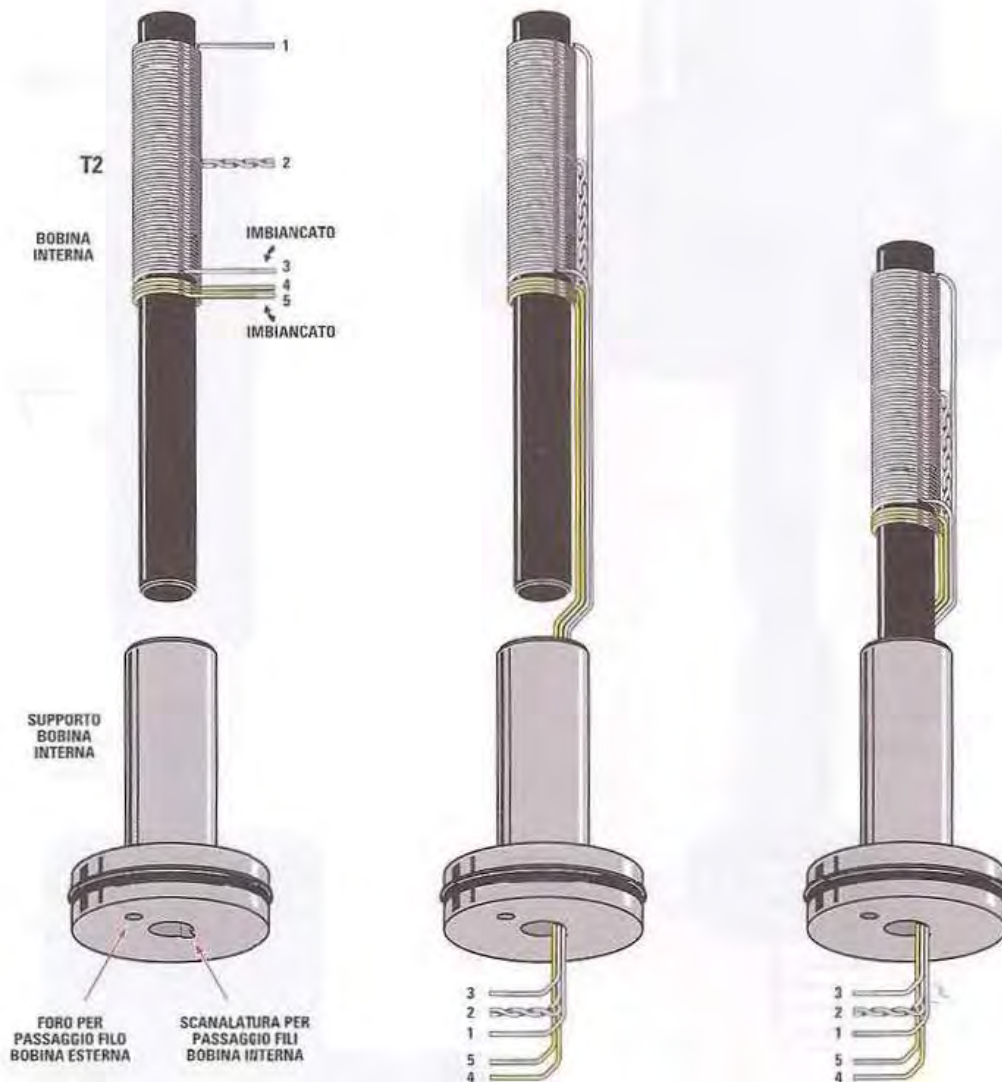

Fig.8 Questa e le figure successive rappresentano la sequenza di montaggio della bobina.
Inseritelo nel foro del supporto in modo che i **fili** provenienti dal nucleo vengano alloggiati nella **scanalatura** interna e fuoriescano dalla parte inferiore del supporto, come indicato in fig.8.
Il nucleo va inserito **completamente** nel suo supporto, fino a raggiungere l'apposita **battuta interna**, come visibile in fig.8.
- i **due fili** facenti capo ai punti **1-3** dell'avvolgimento **T2** (vedi fig.8) sono costituiti da una **treccia multifilare** di filo smaltato e **tessuto** (chiamato *filo di Litz*). Questi fili andranno saldati sui corrispondenti punti **1-3** della scheda **LX.1776**, considerando che il filo **imbiancato** corrisponde al **terminale 3** dell'avvolgimento (vedi fig.8);